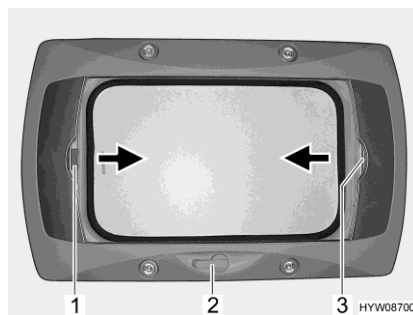

Bild 83 Vevmanövrerad taklucka
- Öppna:** ■ Vrid på handveven (Bild 83,2) tills ett motstånd känns.
- Stänga:** ■ Drag i plisségardinens handtag (Bild 83,3) i pilens riktning och släpp i önskad position. Plisségardinen stannar i denna position.
- Stänga:** ■ Drag, med handtaget (Bild 83,1), insektsnätet till plisségardinens handtag (Bild 83,3) på den motsatta sidan, där det hakas i.
- Öppna:** ■ Tryck insektsnätets handtag (Bild 83,1) bakåt, uppåt och haka av insektsnätet från plisségardinen (Bild 83,3).